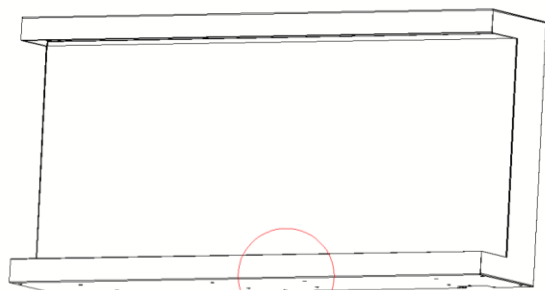

Fig 1-1
A. Verwijder de zilveren schroef aan de onderkant van het apparaat. **(Afb. 1-1)**.